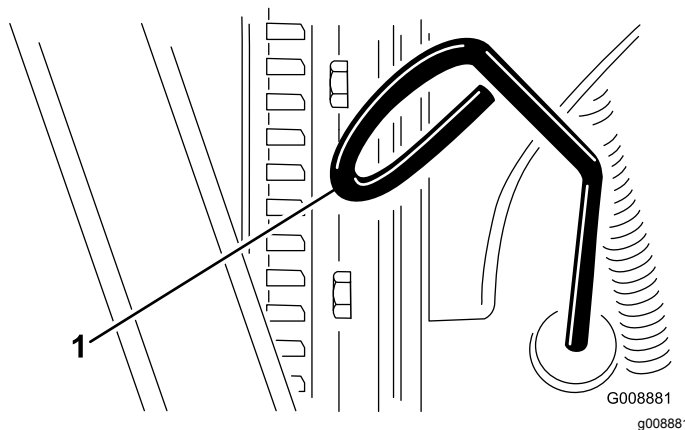

Figura 43
3. Togliete l'asta di livello, asciugatela e reinseritela (Figura 43).